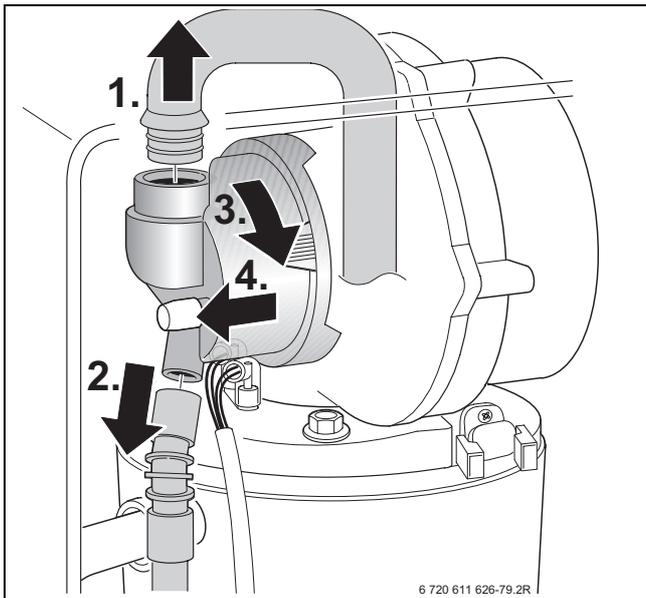
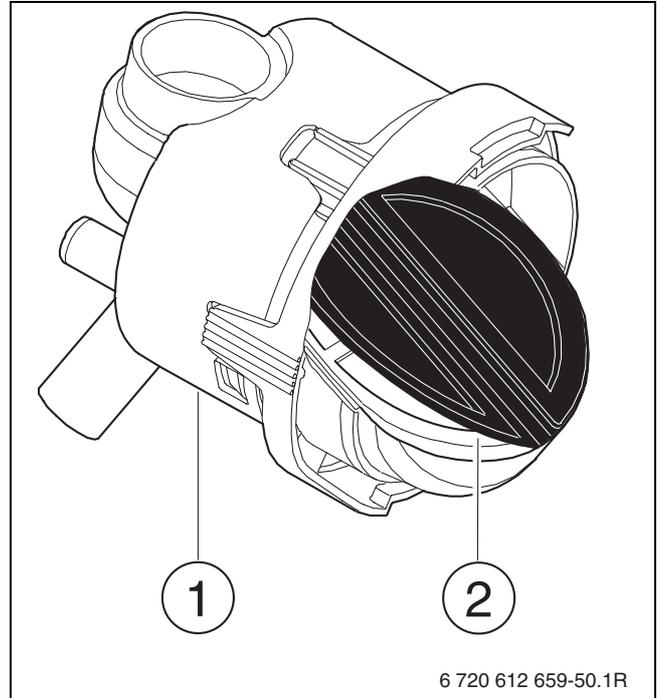

Fig. 55
Fig. 63
- ▶ Smontare il miscelatore (per le operazioni appena descritte seguire le fasi indicate nella fig. 55).
- ▶ Smontare il miscelatore aria/gas (fig. 63, [1]) seguendo la procedura come da fig. 55, pag. 55.